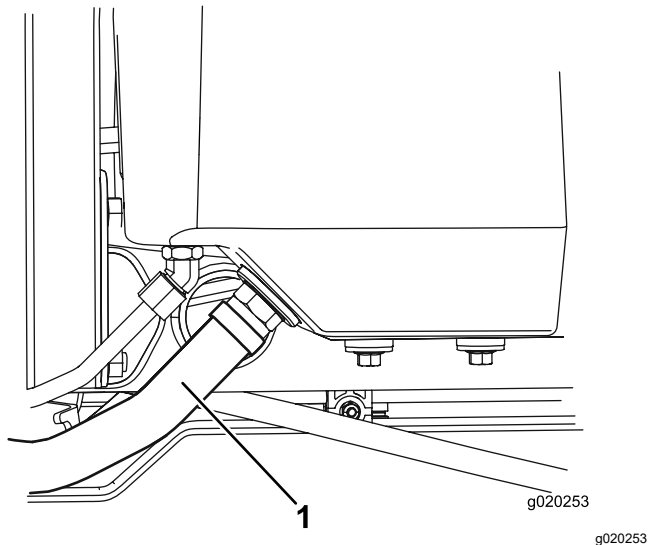

Figura 79
2. Desconecte la manguera hidráulica grande (Figura 79) del depósito y deje fluir el aceite hidráulico en un recipiente apropiado.